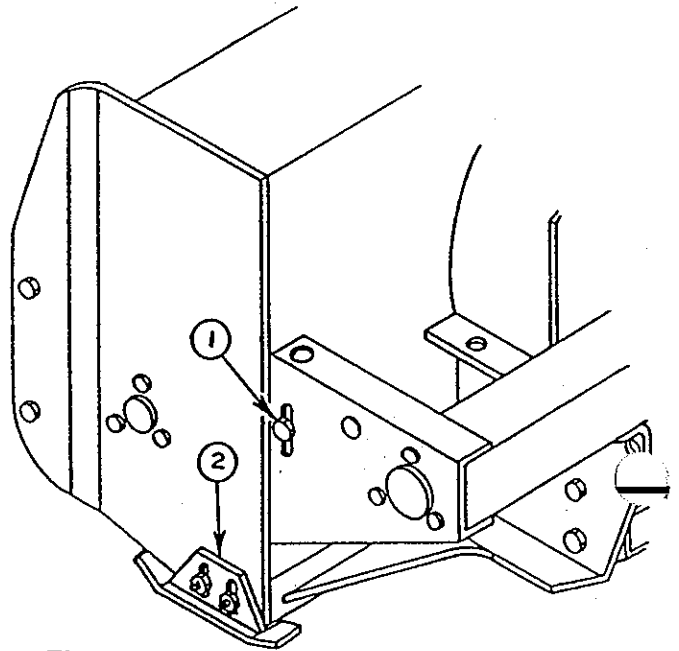

FIGURE 9
Pour ajuster la tension de la chaîne d'entraînement, desserrez le boulon (fig.9, item 1) en retenant le pignon tendeur au châssis de la souffleuse. Pour serrez la chaîne, abaissez le boulon. Réglez la tension a 1/2" de fléchissement dans une longueur de chaîne. Serrez le boulon en retenant fermement le pignon tendeur.
Pour ajustez les patins (fig.9, item 2), desserrez les boulons et suivez les instructions qui suivent.